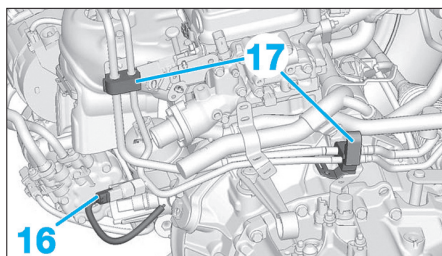

Fig. 50
- Débrancher le connecteur du capteur de pression de direction assistée (16) (Fig.50).
- les 2 fixations (17),